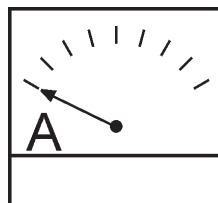

Figure 33.
6. L'ampèremètre (Figure 33) indique **zéro amp** lorsque aucune charge n'est appliquée. En cas d'application de charge, l'ampèremètre affiche l'intensité de courant que la charge tire du générateur.